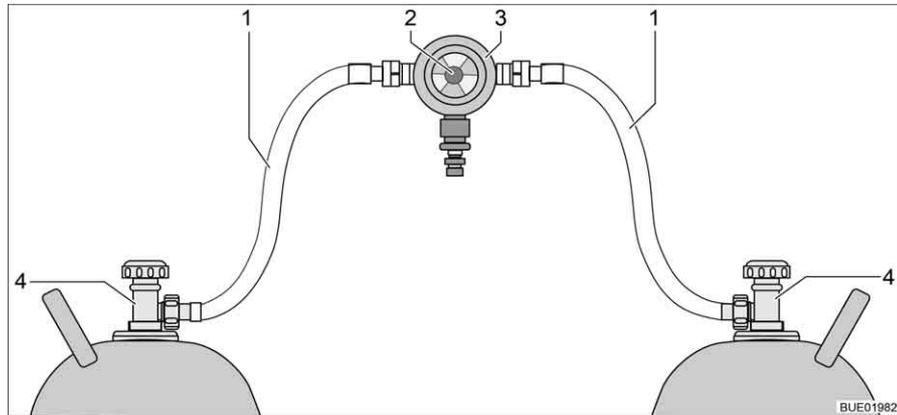
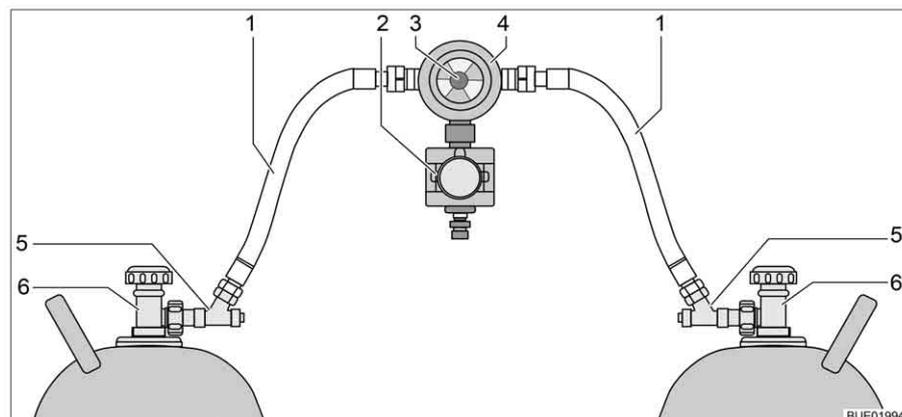

Fig. 112 Impianto di commutazione per bombole del gas
Fig. 113 Impianto di commutazione per bombole del gas con CPU
L'impianto di commutazione per bombole del gas è formato da un regolatore di pressione del gas combinato con valvola di commutazione e indicazione (Fig. 112,3). L'impianto di commutazione per bombole del gas è montato tra i due tubi del gas (Fig. 112,1).
L'impianto di commutazione per bombole del gas è formato da un regolatore di pressione del gas combinato con valvola di commutazione e indicazione (Fig. 113,4) e una elettrovalvola (Fig. 113,2). In caso di frenata brusca, incidente o inclinazione straordinaria, l'elettrovalvola blocca l'alimentazione del gas al veicolo. L'impianto di commutazione per bombole del gas è montato tra i due tubi del gas (Fig. 113,1) con dispositivi antirottura del tubo flessibile (Fig. 113,5).
Funzione L'impianto di commutazione per bombole del gas garantisce una pressione del gas costante, indipendentemente da quale bombola provenga l'alimentazione del gas. L'indicatore nella valvola di commutazione indica il livello di riempimento della bombola in uso. Se l'indicatore è verde, il rifornimento di gas viene fatto dalla bombola in uso. Quando l'indicatore è rosso, la bombola in uso è vuota. Il rifornimento di gas avviene poi tramite la bombola di riserva. Con la manopola (Fig. 112,2 o Fig. 113,3) sull'impianto di commutazione per bombole del gas è possibile stabilire quale delle bombole del gas viene utilizzata come bombola in uso e quale come bombola di riserva.
Sulla centralina di controllo (Fig. 114) possono venire azionate solo le funzioni elettriche. Le valvole principali di arresto delle bombole del gas (Fig. 112,4 o Fig. 113,6) devono essere aperte manualmente.
- Aprire le valvole principali di arresto delle bombole del gas (Fig. 112,4 o Fig. 113,6).
- Premere i dispositivi antirottura del tubo flessibile (Fig. 113,5) uno dopo l'altro per 10 secondi.
- Con la manopola (Fig. 112,2 o Fig. 113,3) sull'impianto di commutazione selezionare la bombola del gas, da cui deve provenire la principale alimentazione del gas (bombola in uso).
- Chiudere le valvole principali di arresto delle bombole del gas (Fig. 112,4 o Fig. 113,6).